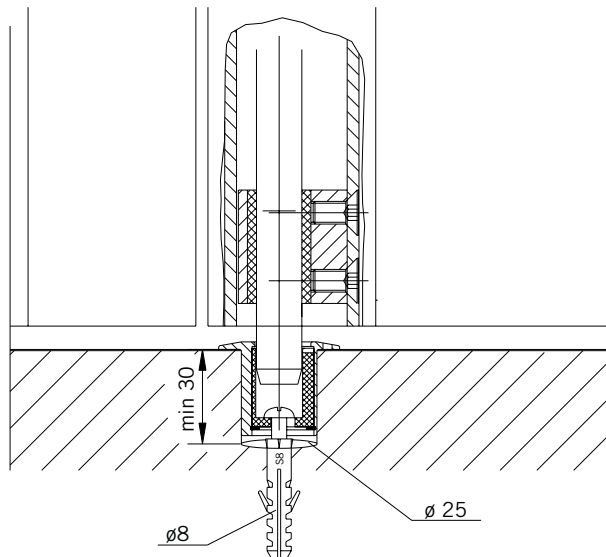

Bild 14
10.1 Montage der Exzenterbuchse (Bild 14):